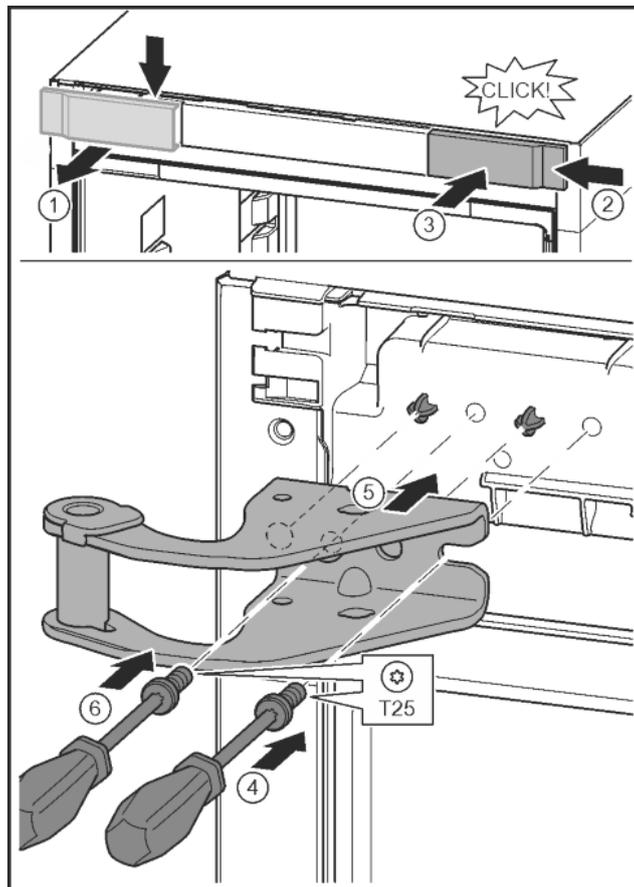

Fig. 15
- ▶ Відпустіть кришку та зніміть збоку. Fig. 15 (1)
- ▶ Почепіть кришку, що повернута на 180°, з іншого боку праворуч. Fig. 15 (2)
- ▶ Зафіксуйте кришку. Fig. 15 (3)
- ▶ Встановіть гвинт за допомогою викрутки T25. Fig. 15 (4)
- ▶ Встановіть верхній опорний кронштейн. Fig. 15 (5)
- ▶ Закрутіть гвинт. Fig. 15 (6)
- ▶ Встановіть та закрутіть гвинт за допомогою викрутки T25. Fig. 15 (6)